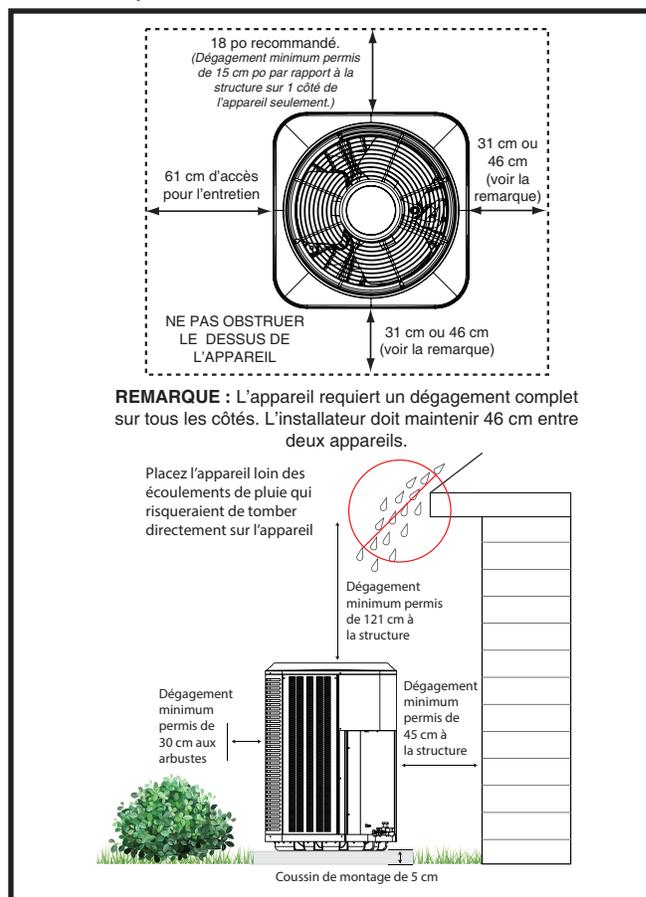

Figure 1. Dégagements requis
- Un dégagement suffisant pour permettre à l'air de circuler sans obstruction à travers le serpentin extérieur doit être maintenu pour obtenir le rendement nominal. Voyez la **Figure 1** pour les exigences relatives au dégagement minimal.
- Les obstacles aériens (**Figure 1**), les zones mal aérées et les zones propices à l'accumulation de débris sont à proscrire.